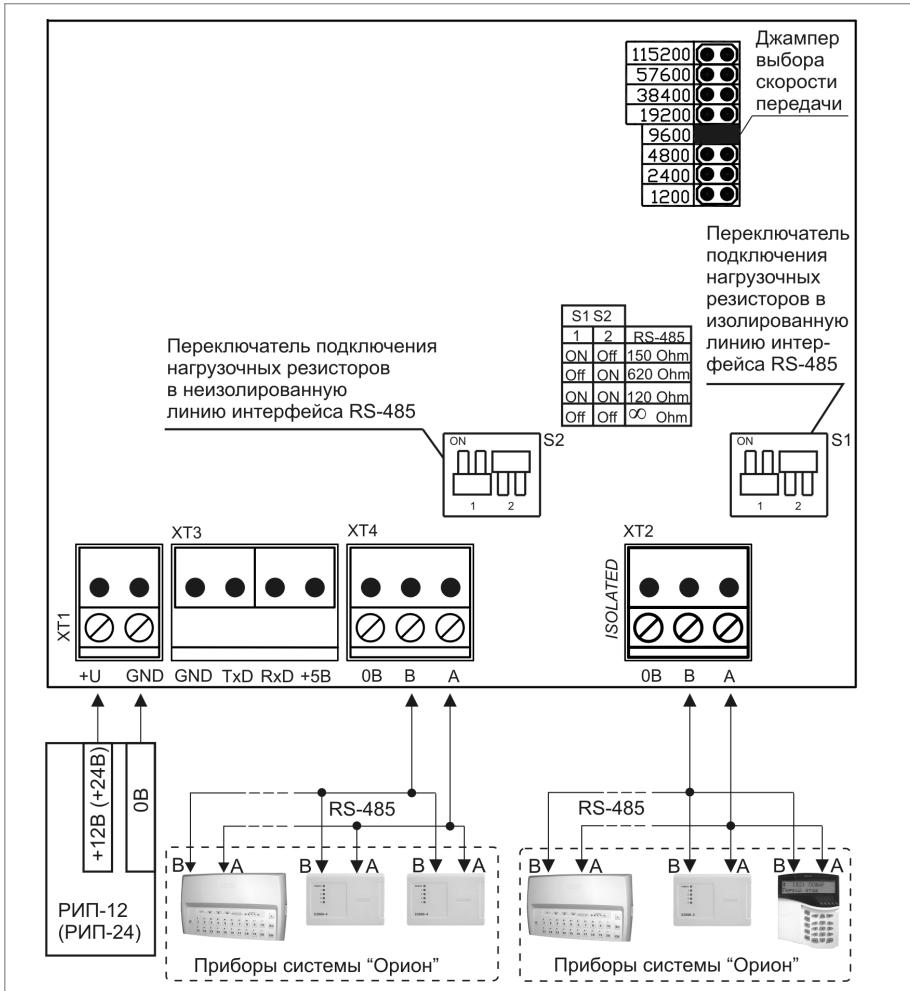

Рисунок 4. Схема внешних соединений «C2000-ПИ» в режиме повторителя интерфейса RS-485
- или в режиме повторителя интерфейса RS-485 (см. рис. 4).
- 2.1. Подайте напряжение питания на преобразователь и измерьте его значение мультиметром на клеммах «+U» и «GND» (при подключении по схеме на рис. 4). Измеренное значение напряжения должно соответствовать данным п.1.1.